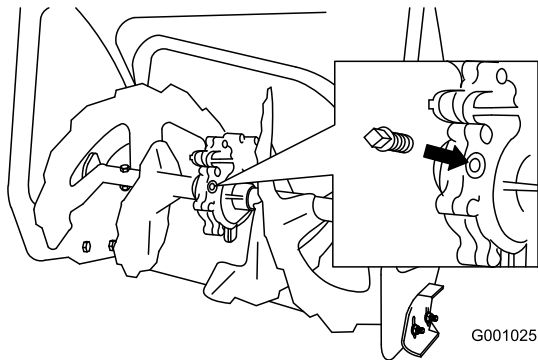

Figure 52
2. Nettoyez la surface autour du bouchon de tuyau (Figure 52).